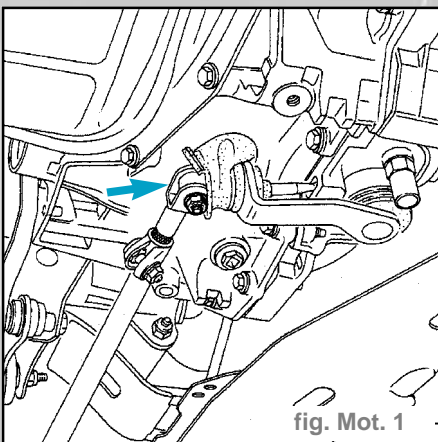

fig. Mot. 1
- Désaccoupler la commande de vitesses au niveau du levier de sortie de boîte après avoir dégagé le soufflet (fig. Mot. 1)